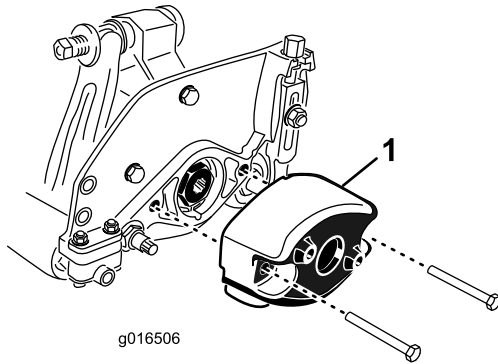

図 7
1. カウンタウエイトをカッティングユニットの右側面に固定しているキャップスクリュー（2本）を外す。カウンタ・ウエイトを取り外す（図 7）。